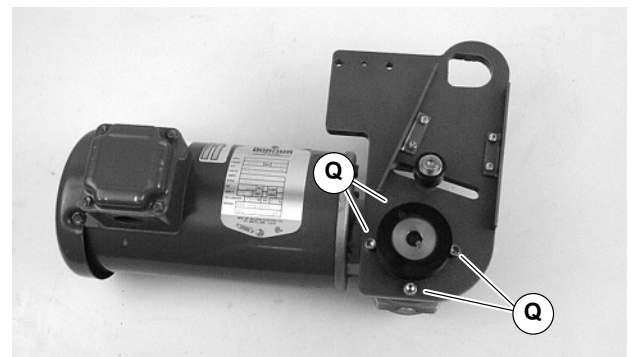

Abbildung 5
2. Falls erforderlich, die Getriebemotorposition durch Herausrauben von vier (4) Schrauben ändern (Q siehe Abbildung 5). Den Getriebemotor in die andere Position drehen und die Schrauben wieder einsetzen (Q). Mit 12 Nm festziehen.